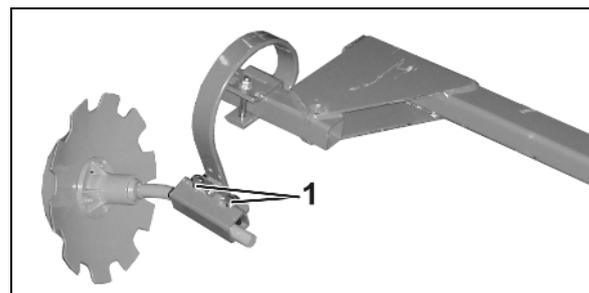

Fig. 99
1. Desserrez les deux vis (Fig. 99 / 2)
3. Serrez bien les vis (Fig. 99 / 2).